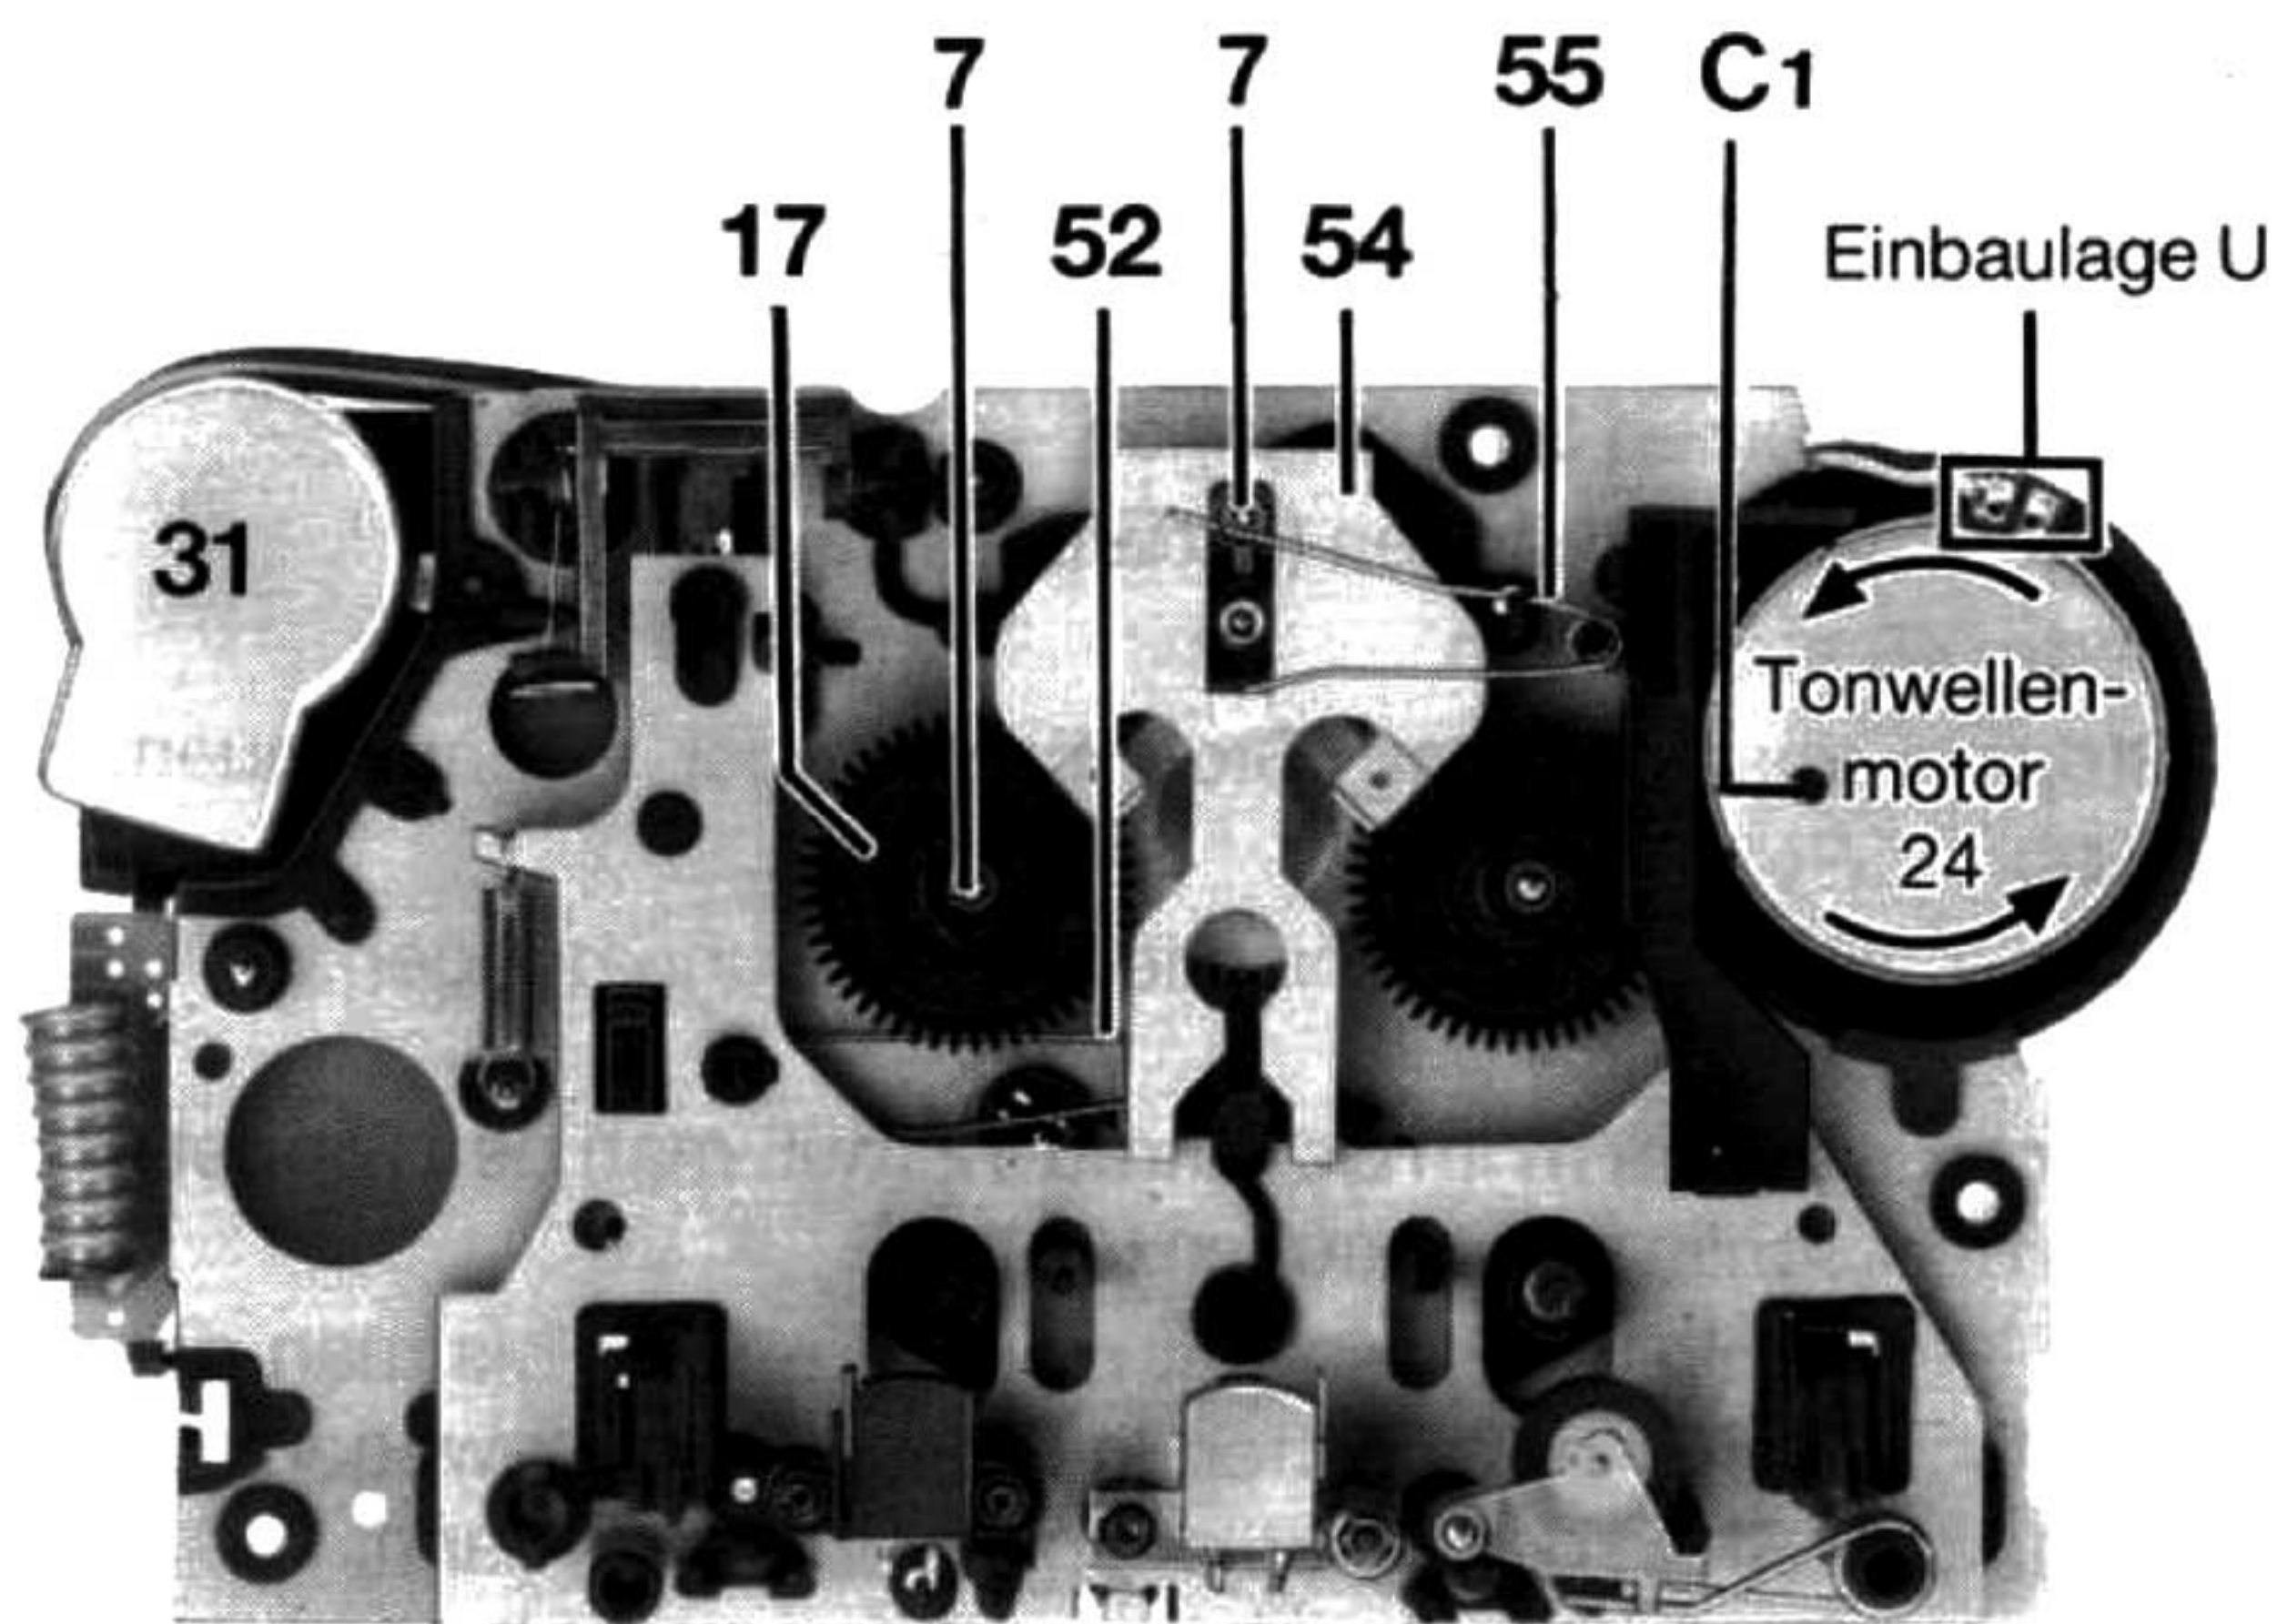
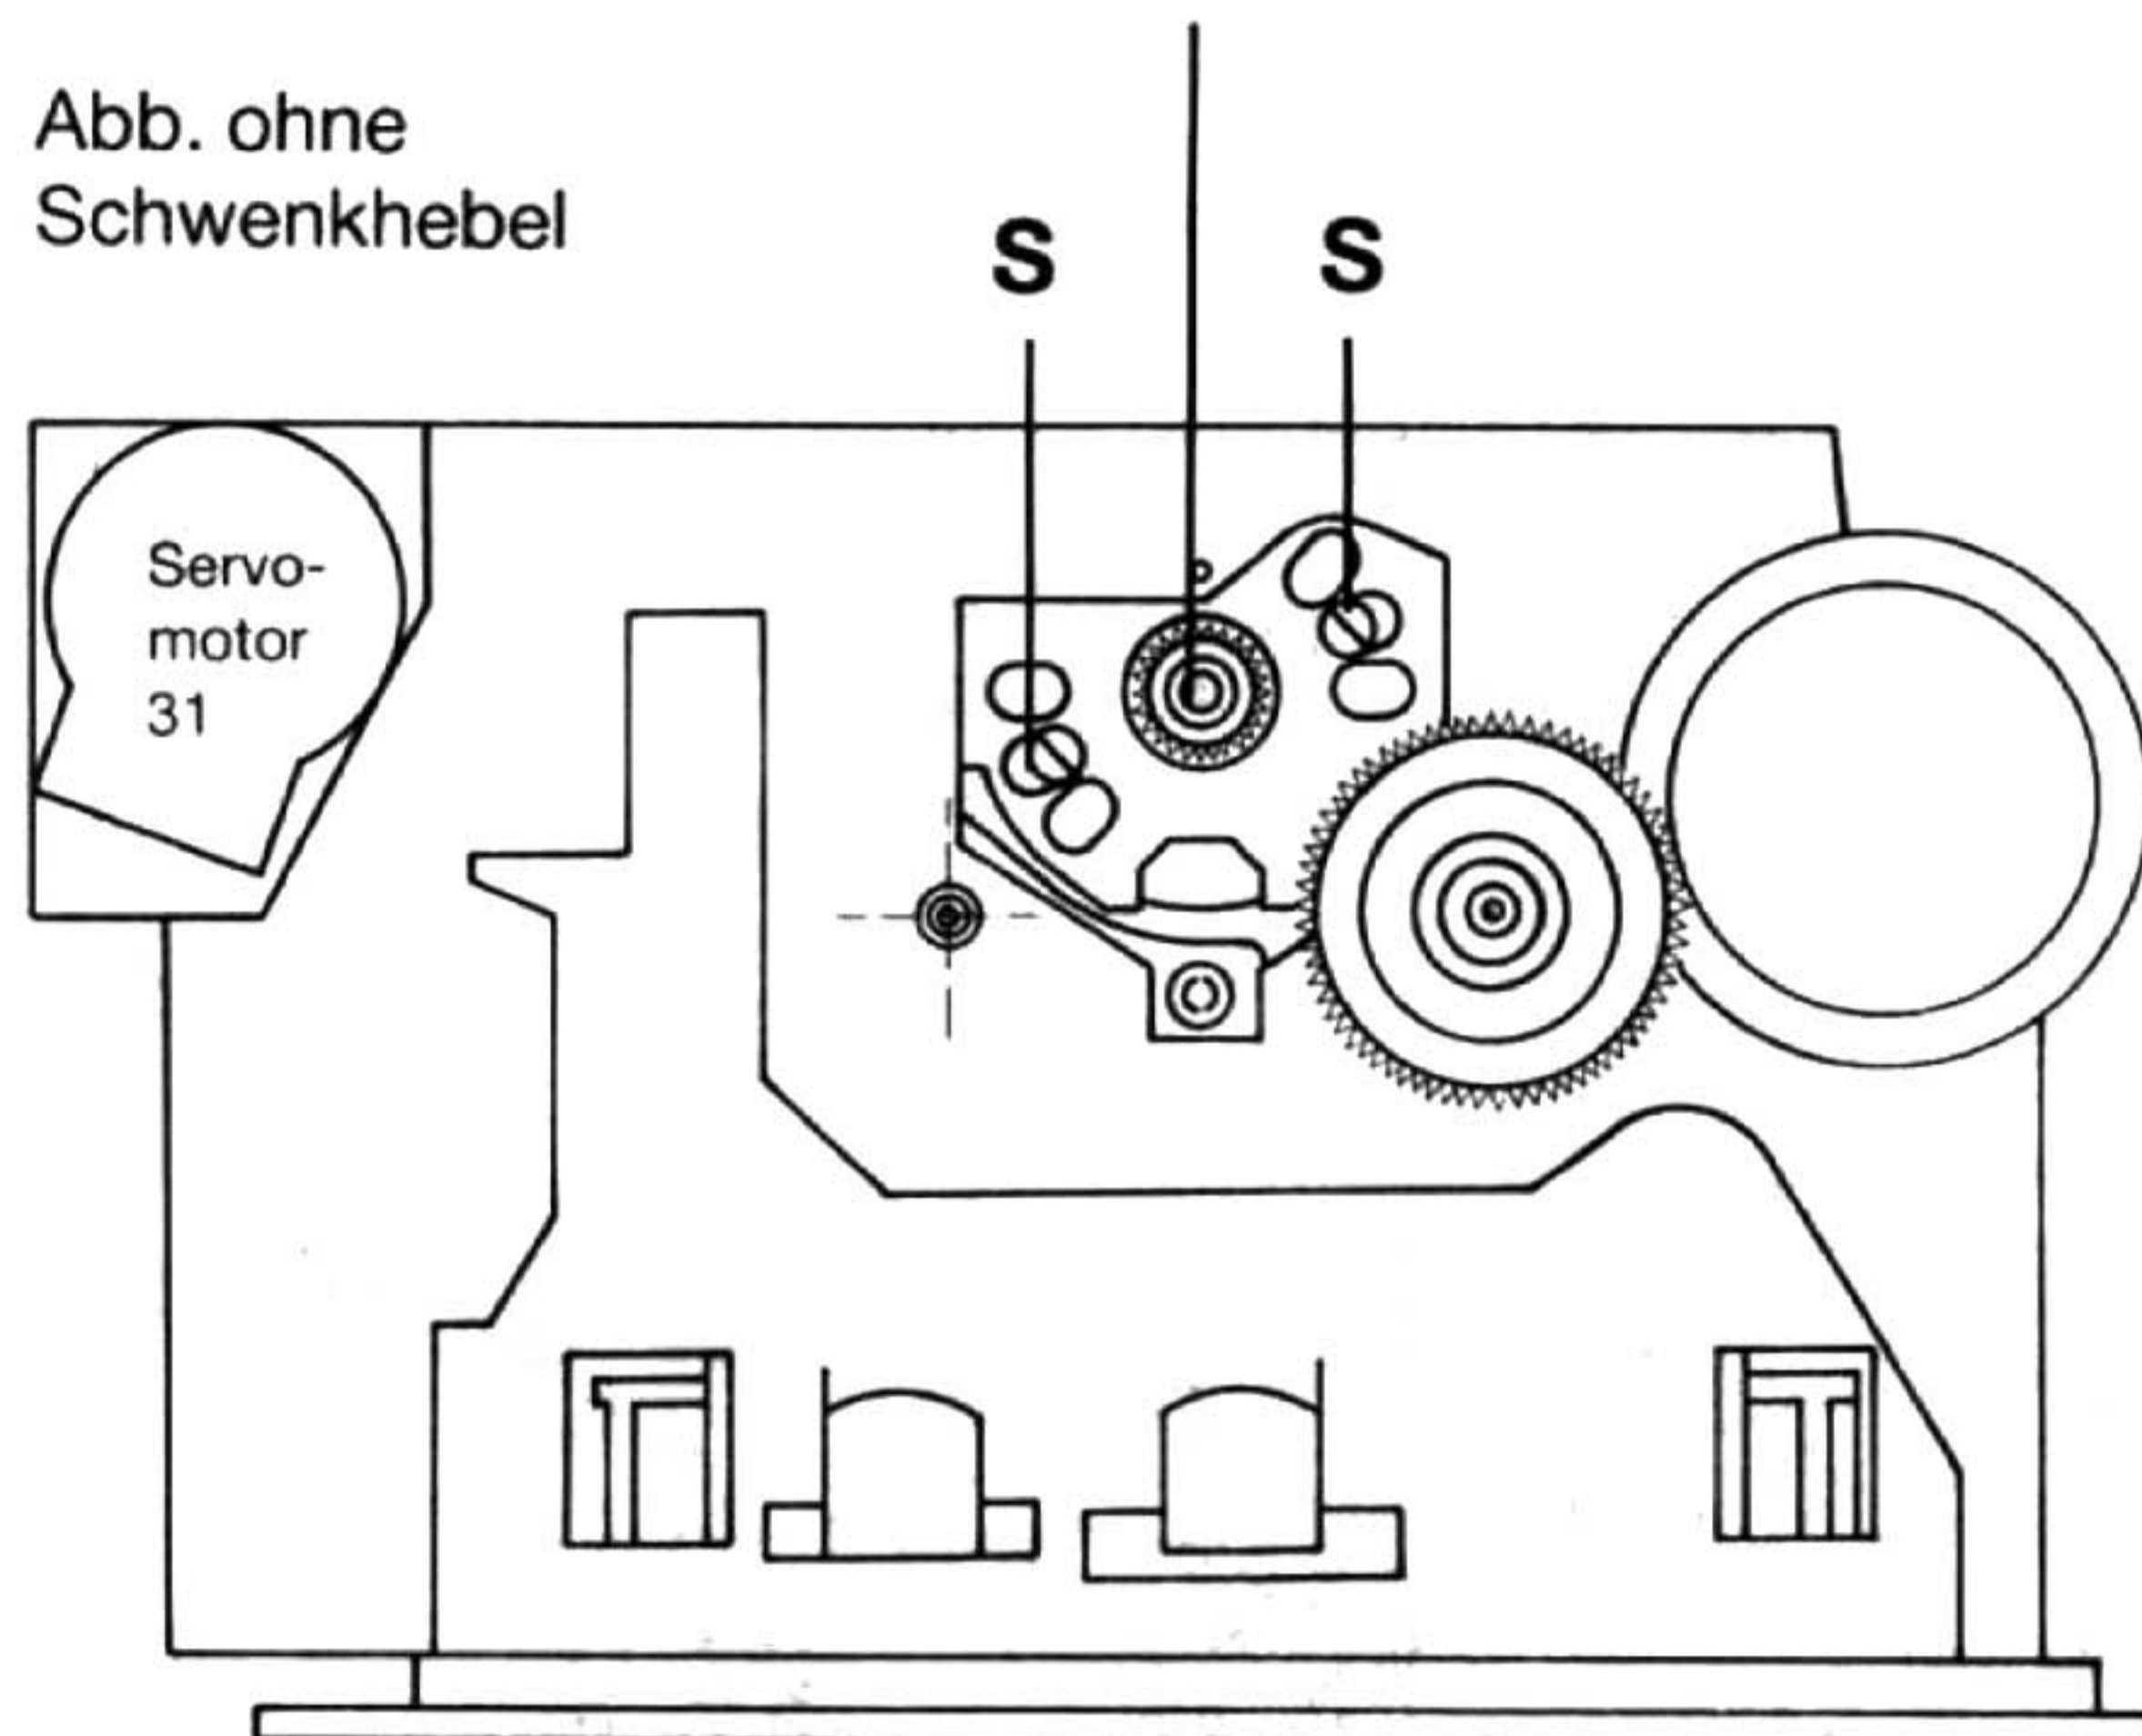

Abb. 12
Abb. 13
a. Wickelmotor Abb. 12 Abb. 13
– 2 Schrauben **S** zur Befestigung des Wickelmotors **29** her-ausschrauben (Abb. 13).
b. Tonwellenmotor (Abb. 12, 14)
– Tonwellenmotor **24** in Pfeilrichtung drehen und abziehen. Einbaulage **U** des Tonwellenmotors **24** beachten (Abb. 12). In jedem Fall ist die Bandgeschwindigkeit Pkt. 10 neu ein-zustellen, bevor das Gerät zusammengebaut wird.
Hinweis: Einbaulage **U** siehe Abb. 12.
Im Cassettenfach befindet sich rechts neben dem Vorlaufwickelteller ein Loch. Gerät befindet sich im zusammengebauten Zustand. Durch das Loch kann der Regler **C 1** zur Geschwindigkeitseinstellung erreicht werden. Der Regler befindet sich im Motorbaustein (Tonwellenmotor). Abb. 12
12. Grundbremsung bei Start (Abb. 12)
Das Grundbremsmoment ist gegeben durch Anliegen der Bremsfeder **52** (Abb. 5) am Rücklaufwickelteller **17** (Abb. 12). Sollte sich der Wert nach längerer Betriebszeit ändern, ist durch Reinigen des linken Wickeltellers im Bereich der Angriffsfläche eine Korrektur zu erreichen. Ebenso die Bremsfeder **52** reinigen.
13. Wickelteller wechseln (Abb. 12)
14. Rücklauf/Vorlauf Schwenkhebel wechseln (Abb. 12)